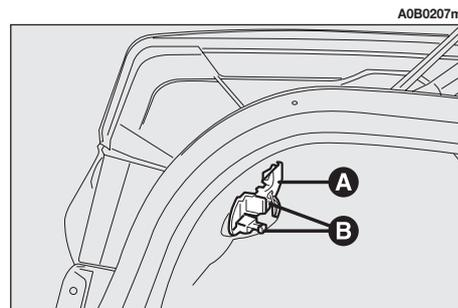

fig. 45
- Estrarre il gruppo portalampane (**A-fig. 45**) agendo sulle linguette di ritegno (**B-fig. 45**).
– Reinscrivere il gruppo portalampane fissandolo correttamente in posizione mediante le linguette di ritegno (**B-fig. 45**).